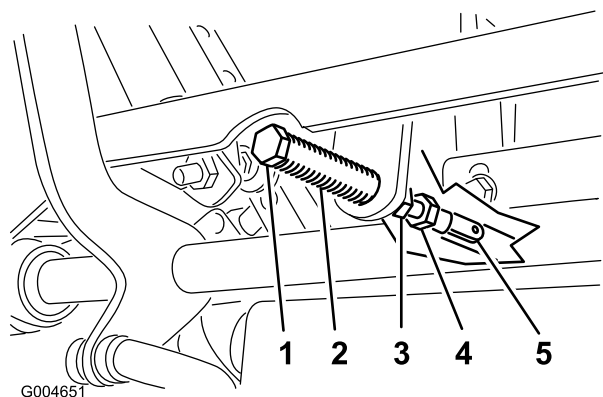

Figura 54
5. Tirate indietro la leva finché il cavalletto con testa (sul braccio sottostante l'albero di articolazione) non tocca l'estremità della scanalatura (inizia a premere sulla molla), come illustrato nella Figura 54.
7. Se occorre regolare, allentate il dado e il controdado contro la forcella (Figura 54).
8. Premendo leggermente indietro la leva di controllo del movimento, girate la testa del bullone di regolazione nella direzione opportuna finché la leva di controllo non si trova al centro, in posizione di BLOCCO IN FOLLE (Figura 54).
9. Serrate il dado e il controdado (Figura 54).
10. Serrate i controdadi dei giunti a sfera (Figura 54).